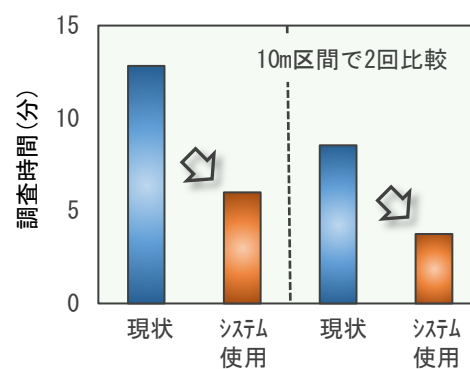

図4 調査時間の比較結果の例
- 要注意箇所の特定が効率的になり、打音調査に要する時間を 1/2 以下に削減できます（図4）。